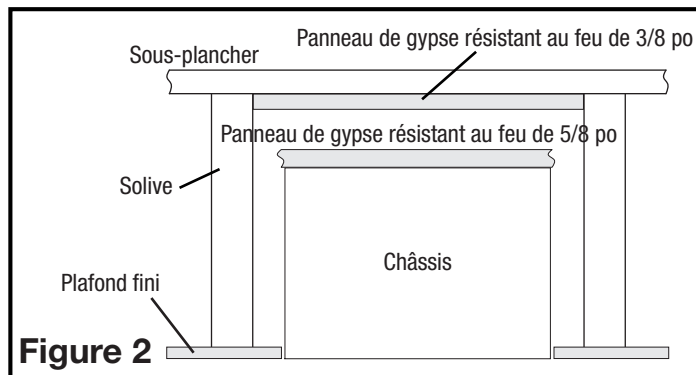

Figure 2
- Selon la certification UL et CUL de construction résistante au feu, installez un panneau de gypse d'une épaisseur minimale de 3/8 po et de 18 po de longueur de façon à ce qu'il soit centré au-dessus du ventilateur. le panneau de gypse doit couvrir la distance entre les solives, généralement de 14,5 po pour les solives des centres de 16 po (**Figure 2**).